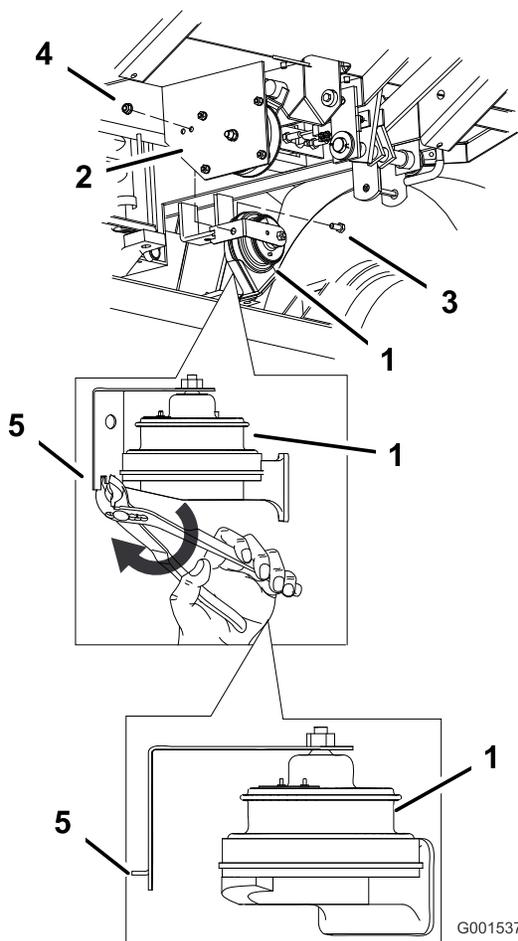

Figura 2
1. Dobre a patilha do meio na extremidade do suporte num ângulo de 90 graus (Figura 2).
2. Instale a patilha dobrada no furo posterior perfurado previamente. Prenda a buzina na placa da embraiagem utilizando um parafuso (5/16 x 3/4 pol.) e porca flangeada (5/16 pol.) (Figura 2).